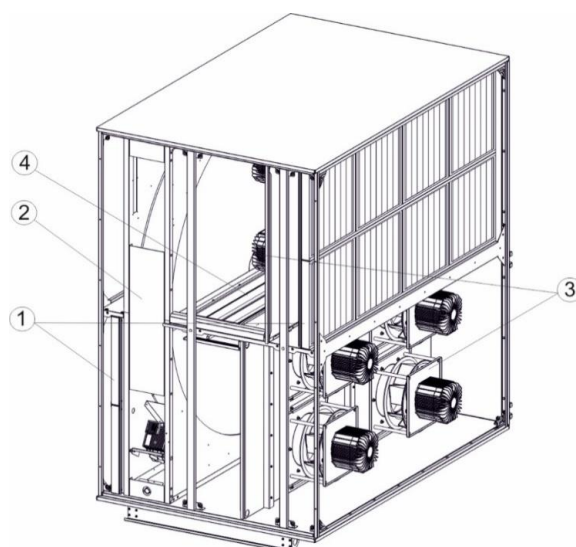

Рис.1. Пример базовой секции: 1 - панельный фильтр, 2 - вращающийся регенератор, 3 - вентиляторы с прямым приводом, 4 - воздушный клапан камеры смешивания
Базой компактных агрегатов VVS 21-150с является секция с энергоутилизацией тепла. Она состоит (рис. 1) из фильтров (1), рекуперационного теплообменника - вращающегося регенератора (2) и вентиляторов (3). Эта основная секция также доступна с камерой смешивания и с вентиляторами, расположенными на одной или разных сторонах по отношению к теплообменнику энергоутилизации.